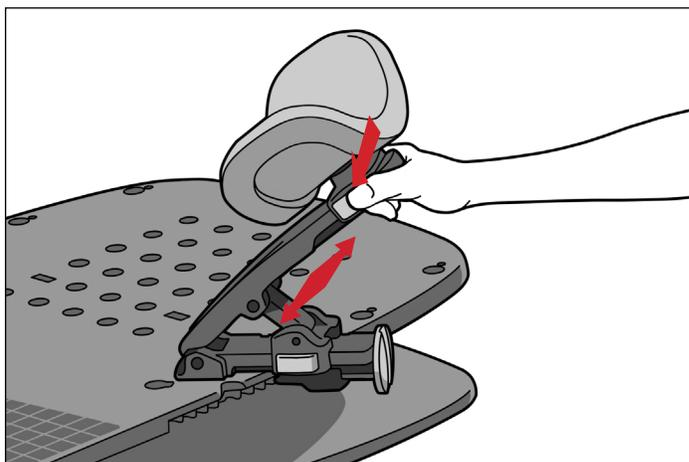

FIGURE 14
4. Pour régler la longueur du bras, appuyer sur le bouton situé sur la glissière de réglage de la longueur, faire glisser le long du bras jusqu'à la position souhaitée, puis relâcher le bouton. (Figure 14)